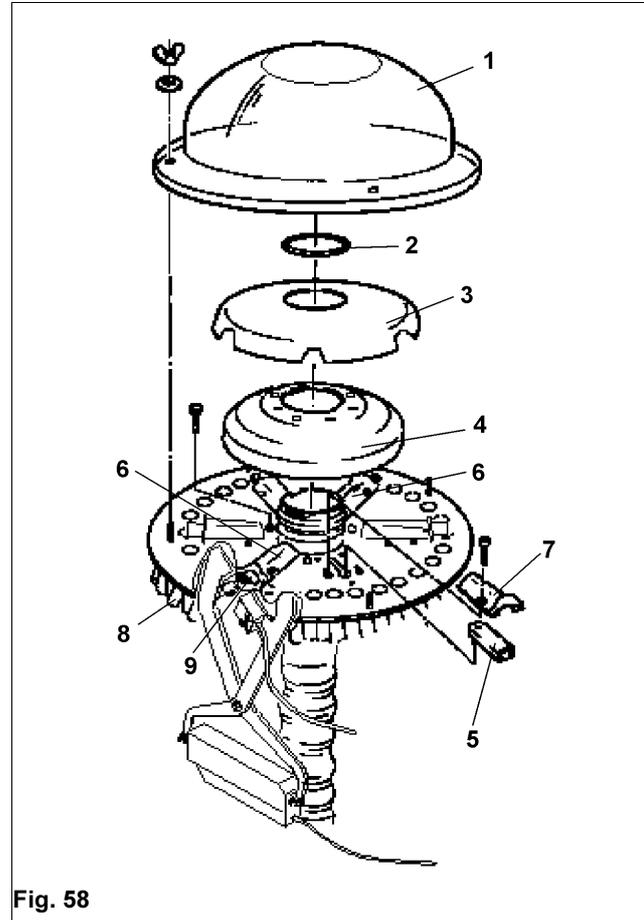

Fig. 58
Bei Lieferung der Maschine ist die Fahrgassenschaltung auf die Spurweite Ihres Pfluge traktors eingestellt. Sollte es, z.B. durch Neuanschaffung eines Pfluge traktors erforderlich werden die Fahrgassenschaltung auf die Spurweite des neuen Traktors einzustellen, sind die Saatl eitungsröhre (Fig. 58/8) am Verteilerkopf untereinander auszutauschen. Dabei ist zu beachten, dass die Fahrgassenschare an den Ausläufen befestigt werden, die durch die Schieber (Fig. 58/9) geschlossen werden können.
- Verteileraußenhaube (Fig. 58/1)
- O-Ring (Fig. 58/2)
- Verteilerinnenhaube (Fig. 58/3) und Schaumstoffeinsatz (Fig. 58/4) demontieren.
Montiert werden können bis zu 6 Schieber. Jeweils zwei Schieber (Fig. 58/6) sollten auf der Grundplatte gegenüber montiert werden. Zur Montage bzw. Demontage eines Schiebers (Fig. 58/5) ist der Schiebertunnel (Fig. 58/7) zu entfernen.
Nicht benötigte Schieber (Fig. 58/5) sind einfach umgedreht in die Bohrungen zu stecken (Parkstellung).